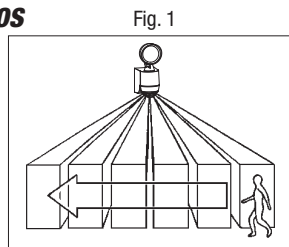

Fig. 1
- Placez le détecteur de mouvements pour avoir un mouvement à travers la zone de détection (Fig. 1).
- Coloque el sensor de movimiento de manera tal que los movimientos queden cubiertos por el área de detección (Fig. 1).